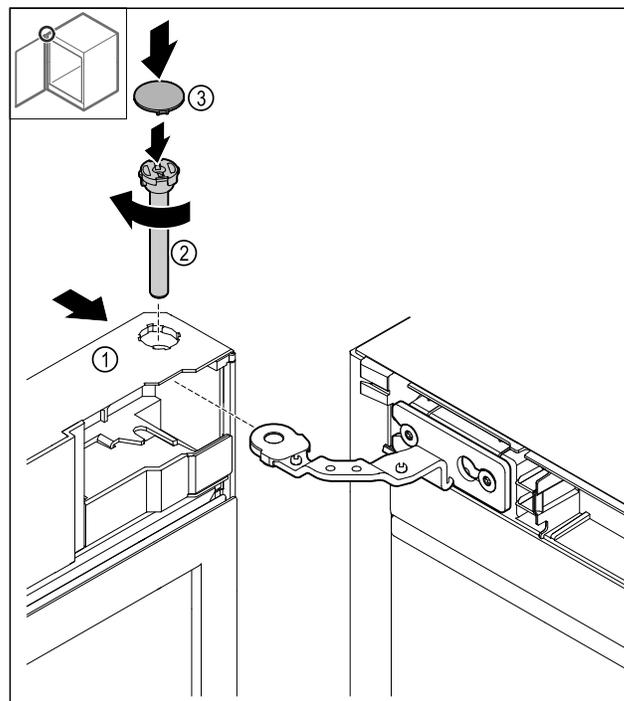

Fig. 47
- Du haut, pousser la porte Fig. 47 (1) sur la charnière.
- Insérer et serrer le boulon Fig. 47 (2) dans le sens des aiguilles d'une montre.
- Poser le cache Fig. 47 (4).